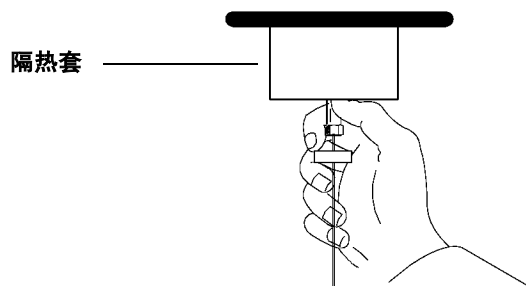

图 31 初步拧紧
- 4 把色谱柱插入进样口，并使螺帽和垫圈顺着色谱柱滑向进样口底部。用手拧紧柱螺帽直到它开始夹紧色谱柱为止（图 31）。